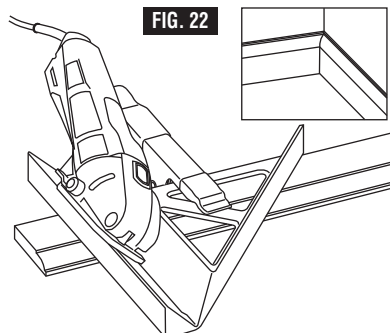

FIG. 22
2. Coupes en biais à 45° - seulement lorsque vous utilisez la meule pour coupes à ras, placez la meule dans le rail de coupe pour réaliser la coupe, (Fig. 22).